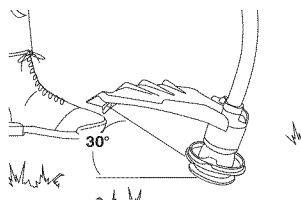

Fig. 13
Gire toda la unidad a modo de que el accesorio de corte se ubique a un ángulo de 30° con el suelo (Fig. 13).
- Hale la línea y cerciórese de que la línea esté contra el cubo y que esté totalmente extendida a través de los túneles de posicionamiento (Fig. 13).